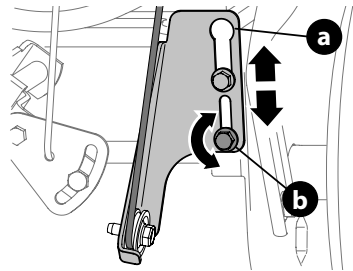

Figura 51
2. Afloje el tornillo hexagonal inferior (a) de la ménsula del cable de la transmisión (b) (Figura 51).